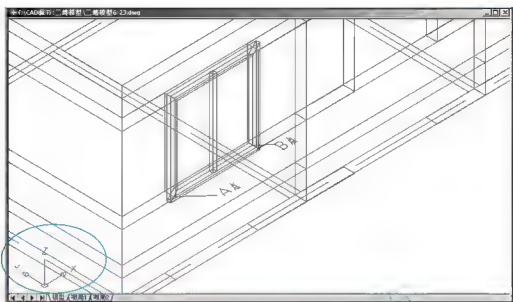

图 6.22 恢复世界坐标系
(1) 在命令行输入“UCS”后按 Enter 键,执行修改坐标系操作。
(2) 在输入选项[新建(N)/移动(M)/正交(G)/上一个(P)/恢复(R)/保存(S)/删除(D)/应用(A)/?/世界(W)]<世界>:提示下,输入“W”后按 Enter 键,表示将恢复到世界坐标系。这样 CAD 又回到原来的世界坐标系下,如图 6.22 所示。
(1) 在指定起点:提示下,捕捉如图 6.22 所示的 A 点。
(2) 在指定下一个点或[圆弧(A)/半宽(H)/长度(L)/放弃(U)/宽度(W)]:提示下,输入“W”后按 Enter 键。
- (3) 在指定起点宽度 <80.0000>: 提示下, 输入“0”后按 Enter 键。
- (4) 在指定端点宽度 <0.0000>: 提示下, 按 Enter 键执行尖括号内的默认值“0.0000”。说明“玻璃”只是一个面, 没有宽度。
- (5) 在指定下一点或 [圆弧 (A)/ 闭合 (C)/ 半宽 (H)/ 长度 (L)/ 放弃 (U)/ 宽度 (W)]: 提示下, 捕捉如图 6.22 所示的 B 点。